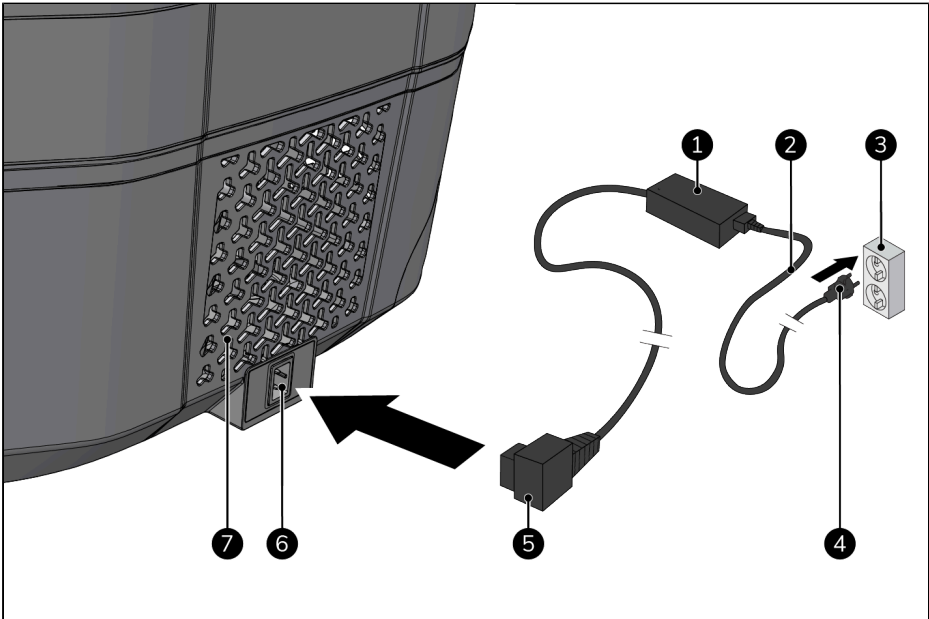

Abbildung 19.
2. Stellen Sie sicher, dass alle drei Lüftungsgitter (Abbildung 19, Pos. 7) mindestens 5 cm Freiraum haben.
3. Stecken Sie das AC-Kabel (Abbildung 19, Pos. 2) in den AC/DC-Adapter (Abbildung 19, Pos. 1).
4. Stecken Sie den AC/DC-Adapterstecker (Abbildung 19, Pos. 5) in das Netzteil des Geräts (Abbildung 19, Pos. 6).
5. Stecken Sie den Netzstecker (Abbildung 19, Pos. 4) in eine leicht zugängliche Steckdose (Abbildung 19, Pos. 3).